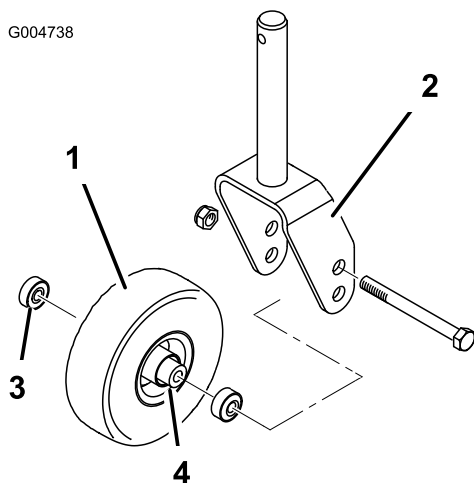
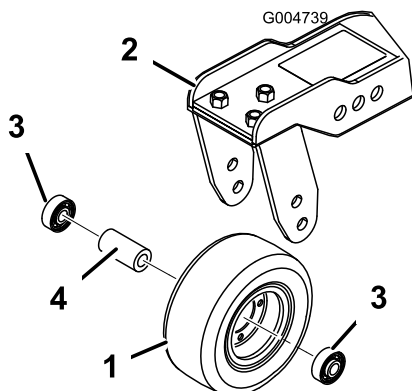

Figura 88
Figura 89
1. Togliete il dado di bloccaggio dal bullone che fissa il gruppo ruota orientabile alla forcella (Figura 88) o al braccio di rotazione (Figura 89). Afferrate la ruota orientabile ed estraete la vite a testa cilindrica dalla forcella o dal braccio di rotazione.
2. Togliete il cuscinetto dal mozzo della ruota e lasciate cadere il distanziale del cuscinetto (Figura 88 e Figura 89). Togliete il cuscinetto dalla parte opposta del mozzo della ruota.